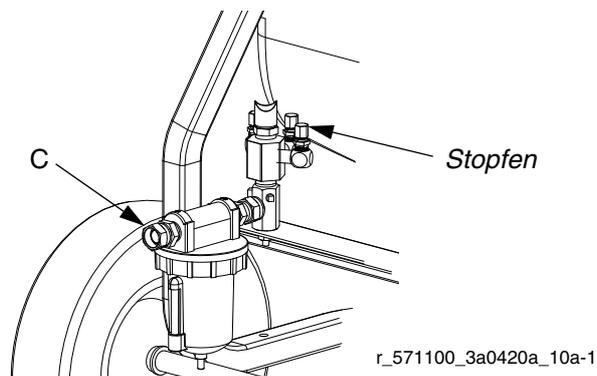

ABB. 8
2. Stopfen der Luftschläuche von Lösungsmittel- und Zufuhrpumpe nach Bedarf entfernen. Siehe Pumpen-Handbücher für Einrichtungsanleitungen. Siehe ABB. 8.